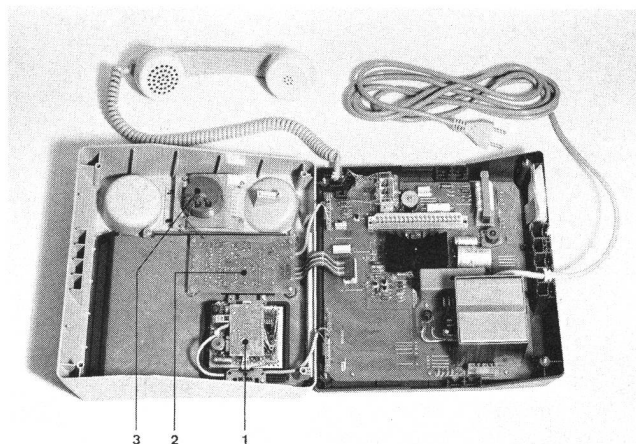

Fig. 4.
Les appareils d'abonnés ouverts sont représentés aux *figures 4* et *5*. La partie supérieure du boîtier, qui est la même pour les deux équipements, abrite l'unité de sélection (1), la platine des touches de commande (2) et la capsule d'appel (3). La partie inférieure du boîtier est cependant différente dans l'appareil de chef, vu qu'elle contient le bloc réseau, et dans l'appareil de secrétaire, où est logé le bloc de commande.